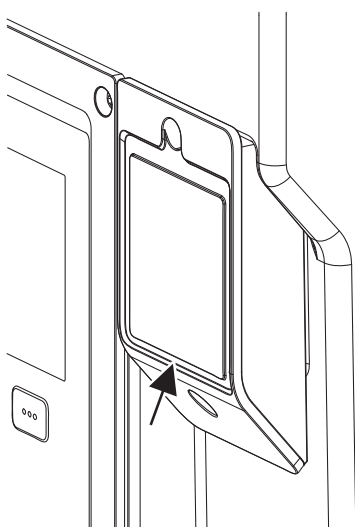

Fig. 32: Kansi Wilo-Smart Connect BT -moduulille
1. Löysää Wilo-Smart Connect -moduulin kannen ruuvi (Fig. 32) ja avaa kansi.
Rakenteen vuoksi Wilo-Smart Connect BT -moduuli voidaan liittää vain yhdessä suunnassa. Itse moduulia ei kiinnitetä muulla tavoin. Wilo-Smart Connect -moduulin kansi (Fig. 32) elektroniikkamoduulin yläosan päällä pitää moduulin kiinni rajapinnassa.